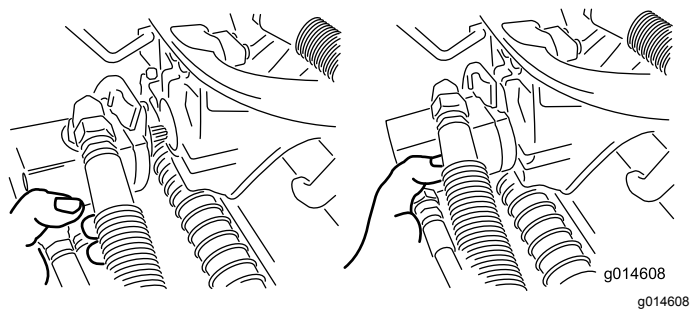

Рисунок 50
3. Переместите электродвигатель на место хранения на передней стороне рычага подвески (Рисунок 50).